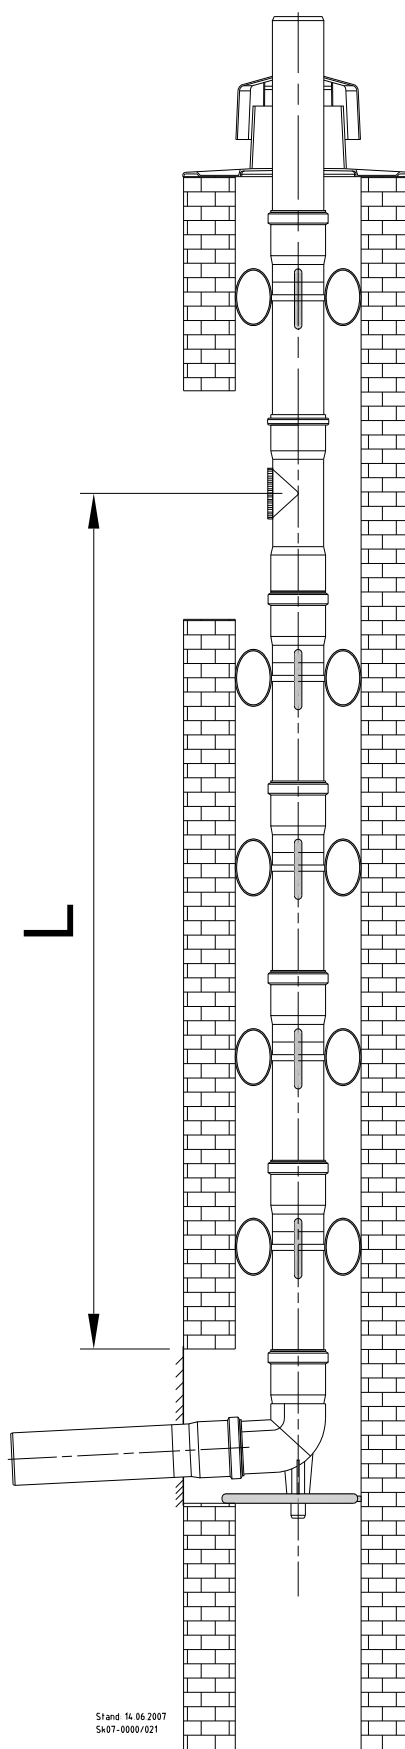

Abb. 59: Kaminsystem, starr, zur Ermittlung von Abstandsmaß L
- das Maß L (s. Abb. 59) zwischen Stützbogen und Revisionsstück zu ermitteln
- die senkrechten Abgasrohre in 2 m Baulänge sind mit der „Stoppring-Technik“ ausgerüstet (s. Abb. 59). Die Rohrenden werden durch diese Verbindungstechnik für die Montage gegen Herausrutschen gesichert.